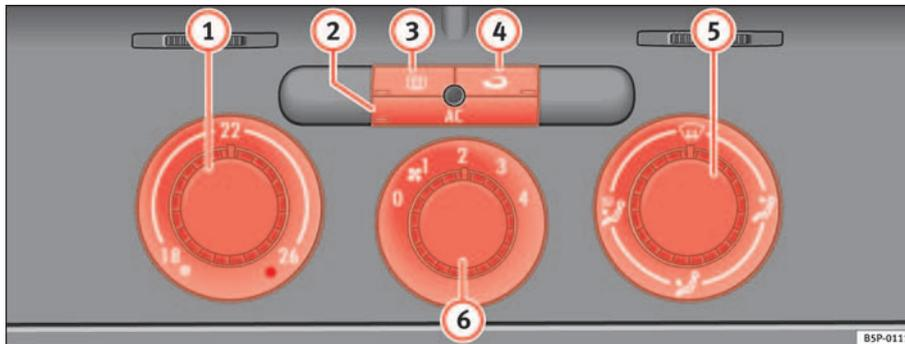

Fig. 124 Sur le tableau de bord : éléments de commande du Climatic
- Tournez le régulateur de température ⇒ fig. 124 ① vers la droite pour sélectionner la puissance calorifique souhaitée.